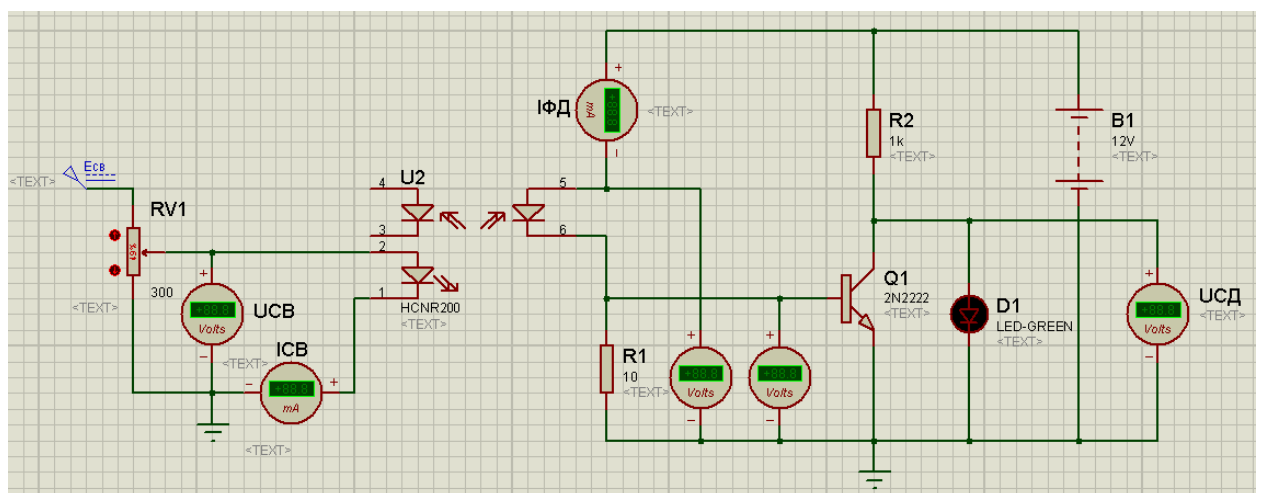

Рисунок 9.4 – Схема віртуального лабораторного стенда для зняття характеристик $U_{фд} = f(U_{св})$, $I_{фд} = f(I_{св})$
2.2 Розташувати на креслярському полі: джерело живлення постійного струму (ліва панель: Generator → DC → указати назву Eсв та напругу 5В), джерело живлення змінного струму (ліва панель: Generator → Синусоїдальний → указати назву Eсв та напругу 5В), перемикач (P → Switches & Relays → SW SPDT), земляну клему, змінний резистор (P → Resistors → Variable → POT HG), оптопару (P → Optoelectronics → Optocouplers → HCNR200), джерело живлення постійного струму (ліва панель: Generator → DC → указати назву Eфд та напругу 12В), резистор 600 Ом, вимірювальні прилади. З'єднати компоненти у схему віртуального лабораторного стенда (рис. 9.4).